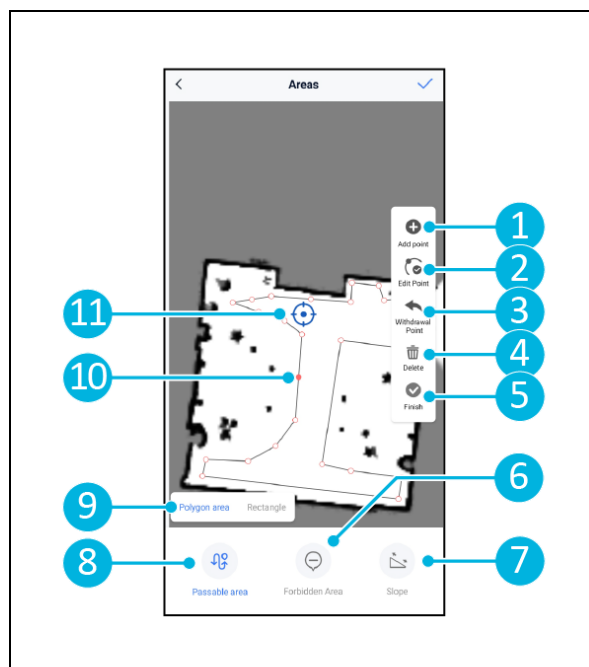

Figura 22
- a. Utilize o controlo remoto para mover o robô co-botic™ 45 para o ponto de partida pretendido e seccione [\[Set Current location\]](#) (3). Quando utilizar a definição da localização atual, certifique-se de que o robô está localizado corretamente, consulte 6.7.1.
- b. Arrastar o ponto de partida (Figura 22, pos. 2) para o local pretendido no mapa e orientá-lo na direção pretendida.
4. Selecionar [✓](Figura 22, pos. 1) para guardar.